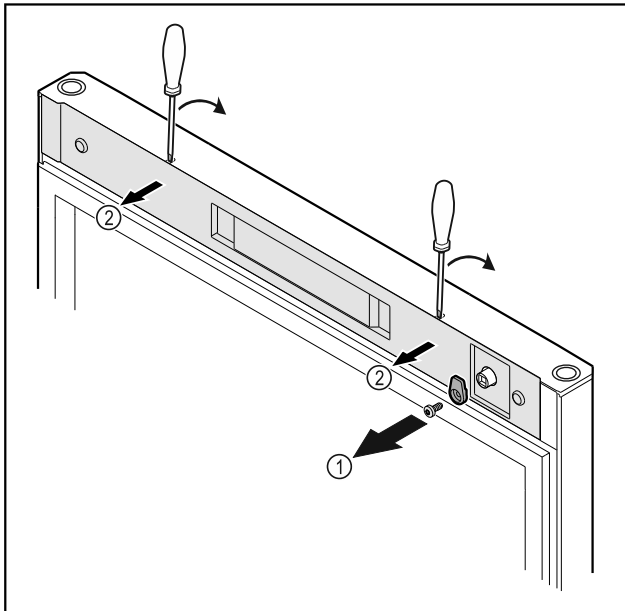

Fig. 20
- Skruva av låskroken Fig. 20 (1).
- Lossa skyddet Fig. 20 (2) med en liten skruvmejsel och ta av det.